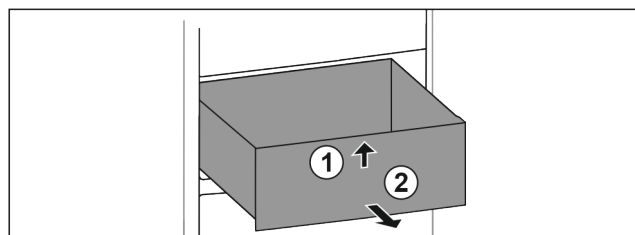

Fig. 112
- ▶ 抬起抽屉前部。 Fig. 112 (1)
- ▶ 朝前取出抽屉。 Fig. 112 (2)